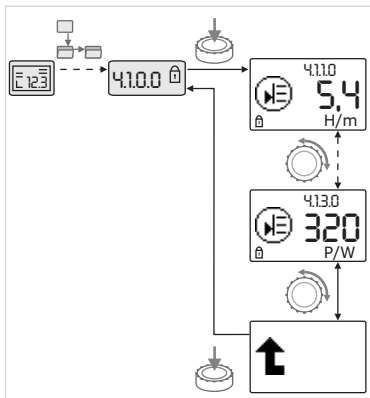

Fig. 44: Appeler des informations
- Une rotation du bouton blanc permet de faire défiler les éléments de menu de type « Information » du sous-menu actuel (voir fig. 44). Pour des explications sur les réglages représentés par des symboles, voir le tableau au chapitre 8.7 «Référence des éléments de menu» à la page 37.